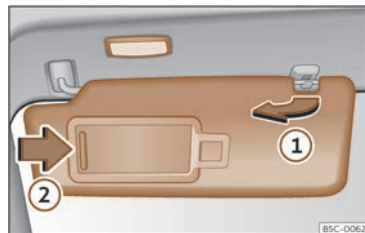

Fig. 115 Parasolarul
- Parasolarul poate fi scos din cadru și rotit spre ușă >>> **fig. 115 ①**.